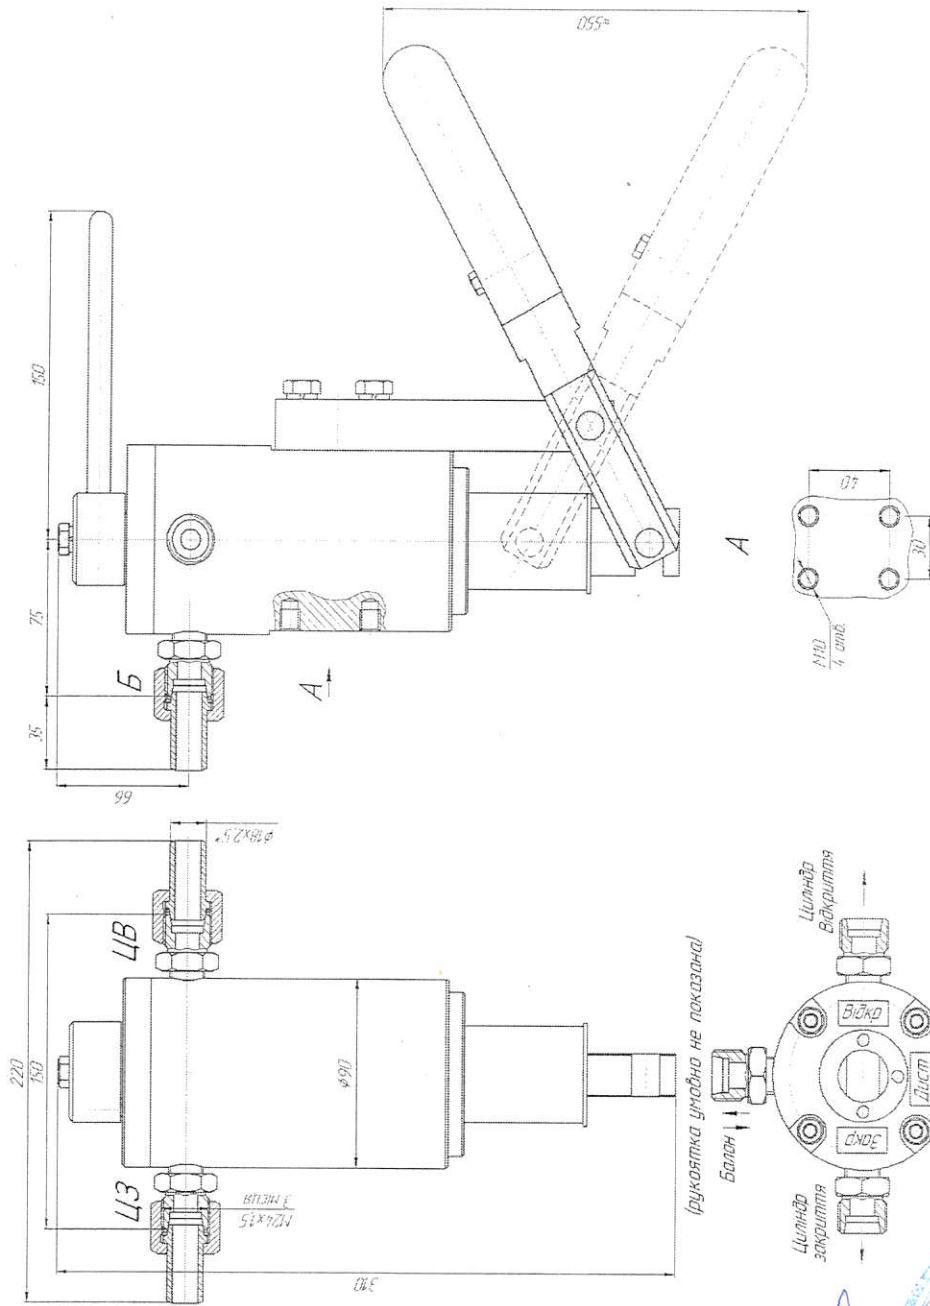

Рисунок 1. Блок ручного насоса БРН-100
- 2.6. Тип присоединения – штуцерное в комплекте с обратным резьбовым соединением под приварку М24х1,5 по ГОСТ 22525-77 (см. рис. 1)
- 2.11. Габаритные размеры насоса см. рис. 1.
– установить блок ручного насоса в гидравлическую систему ручкой вверх, место крепежных отверстий насоса (рис. 1).